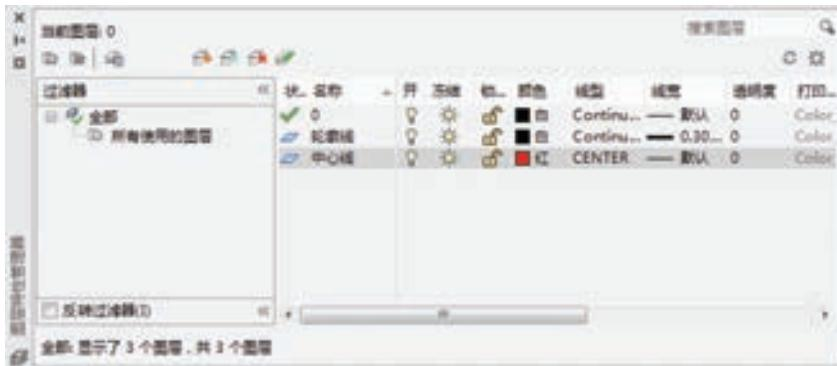

图 3-25 “图层特性管理器”面板
1) 单击“图层”工具栏中的“图层特性管理器”按钮 $\text{图层}$ , 打开“图层特性管理器”面板。单击“新建图层”按钮 $\text{新建图层}$ , 新建“中心线”和“轮廓线”两个图层, 图层设置如图 3-25 所示。